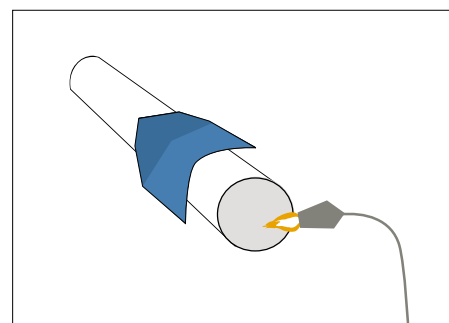

Рис. 42
**Внимание:** Для предотвращения образований трещин в холодное время года (температуре ниже +5°C) на SHINGLAS серии КЛАССИК и ДЖАЗ рекомендуется производить изгиб на металлической искусственно подогретой трубе диаметром примерно 10 см (см. рис. 42).